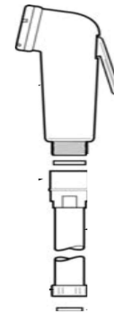

Fig 3 - Gatilho
1. Coloque um o-ring na conexão da mangueira e aperte no gatilho do chuveiro (veja Fig 3).